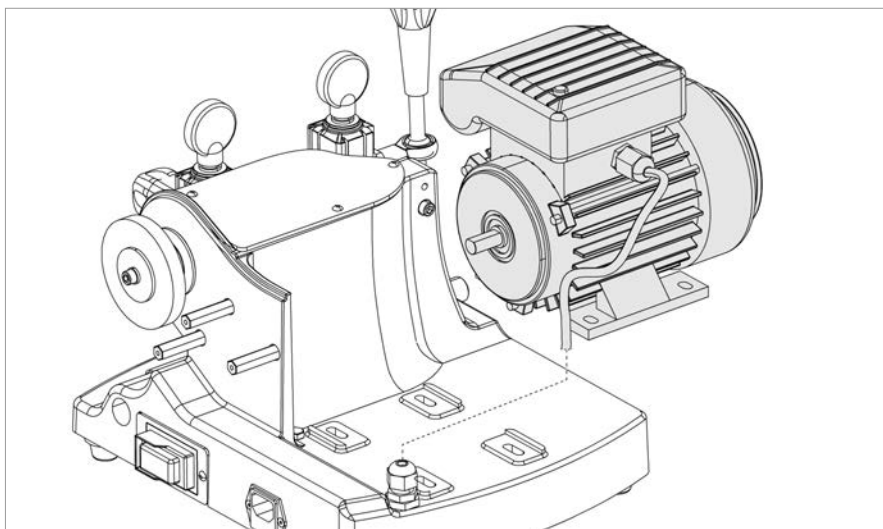

Fig. 44
- 10) Pull out the motor cable and remove the motor (Fig. 44).